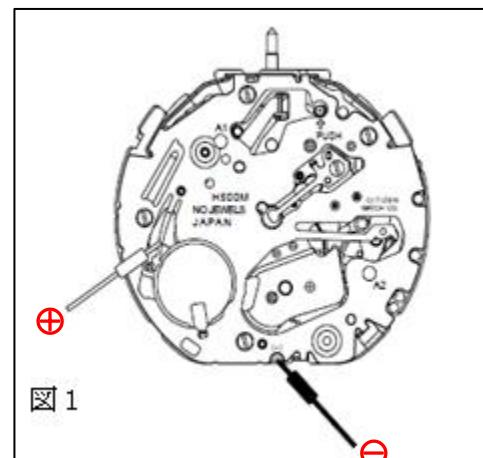

図 1
(4) 課題時計の提出
- ① 時計の裏蓋は、「本締め」とすること。
- ② クロノグラフ針は帰零状態で停止させること。
- ③ 「クオーツ腕時計用提出用紙」と一緒に提出すること。
- ④ 綺麗な状態で提出すること。
(5) 消費電流測定
- ① クロノグラフ機能停止状態で測定すること。
- ② 測定器のリード棒位置は図 1 を参照すること。